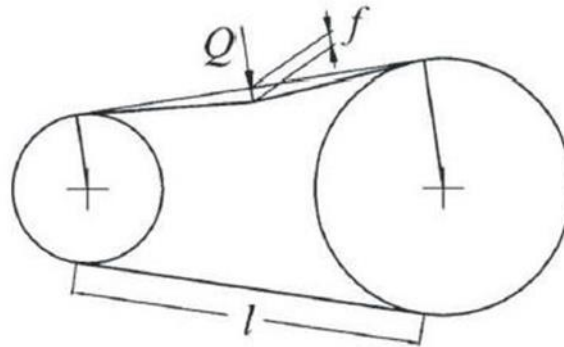

Рисунок 5-1: Эскиз, иллюстрирующий применение "метода прогиба" для контроля натяжения ремней с трапецевидным поперечным сечением и зубчатых ремней
При использовании "метода прогиба" необходимо измерить смещение (f), возникающее под действием силы (Q), действующей в центральной точке свободного участка ремня (l) перпендикулярно к нему. Для справки можно использовать Рисунок 5-1. Это смещение обычно составляет 1,5% длины свободного промежутка, на котором приложена сила. Величина прогиба и величина силы указаны в листке технических данных системы трансмиссии.